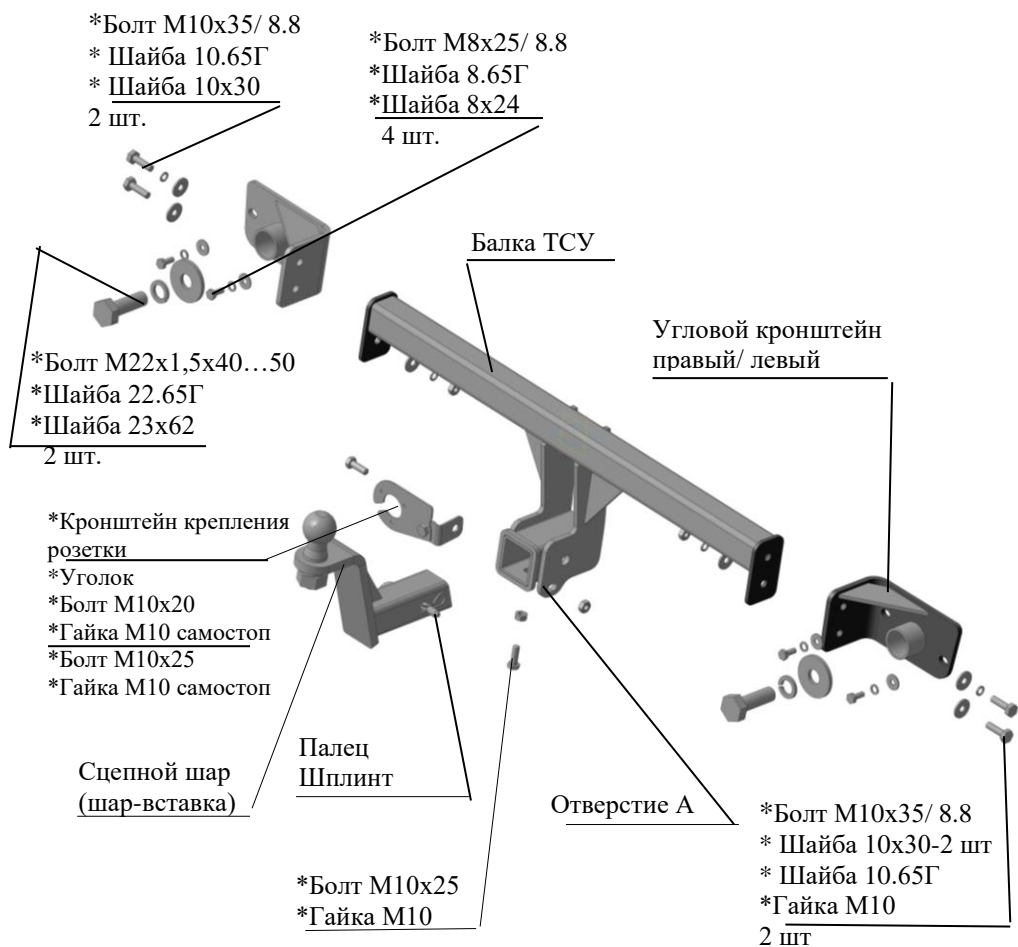

Рис.1 Тягово-сцепное устройство ТСУ 2183.
2.1 ТСУ 2183 в сборе (рис.1)	1 шт.
2.2 Пакет с комплектующими (см. рис.1)	1 шт.
4.2 Установить угловые кронштейны правый и левый к фартуку автомобиля (соответственно рис.1), закрепить болтами М8х25, используя штатные приварные гайки и подложив под головки болтов шайбы 8.65Г и шайбы 8х24, закрепить болтами М22х1,5х40...50 к втулкам а/м, вваренным в лонжероны, подложив под головки болтов шайбы 22.65Г и шайбы 23х62. Крепеж не затягивать.
4.3 Установить балку ТСУ, закрепив ее к угловым кронштейнам болтами М10х35 и крепежом, соответственно рис.1. Крепеж не затягивать.